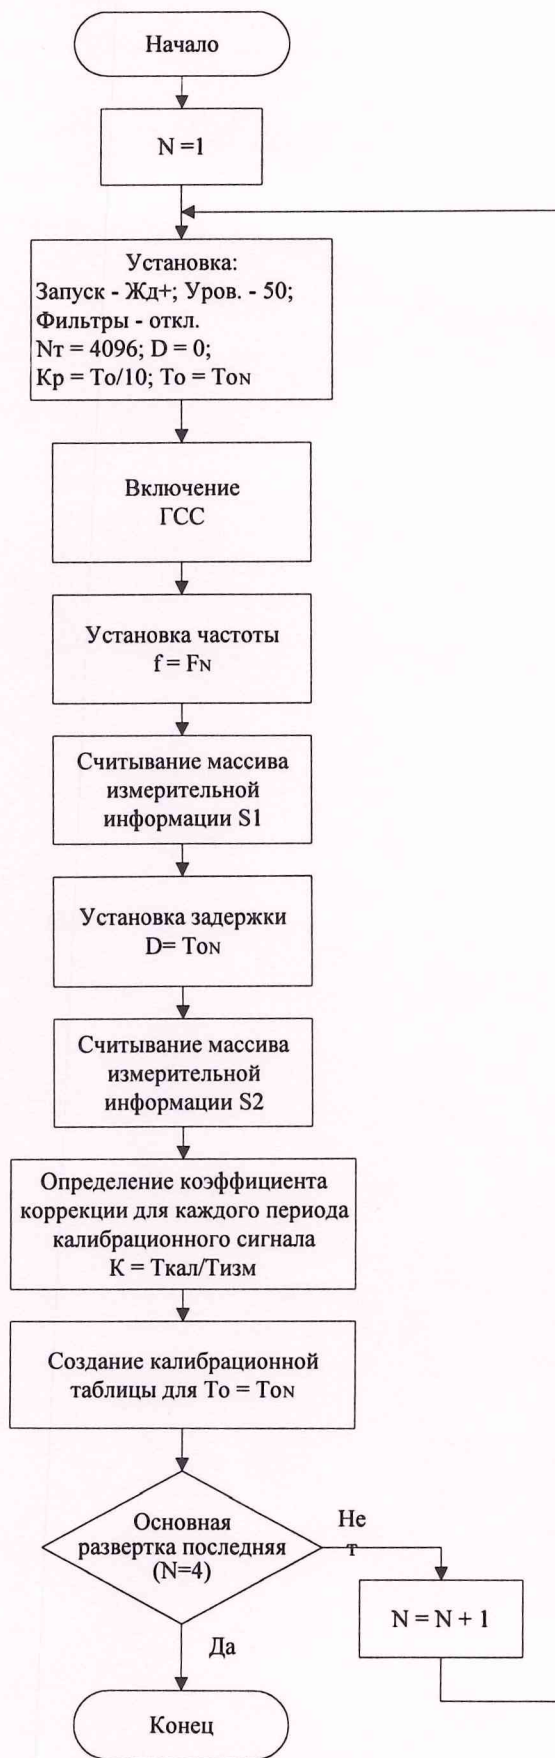

рис.2.1
2.2. Блок-схема алгоритма X-калибровки на всем диапазоне приведена на рис.2.1.